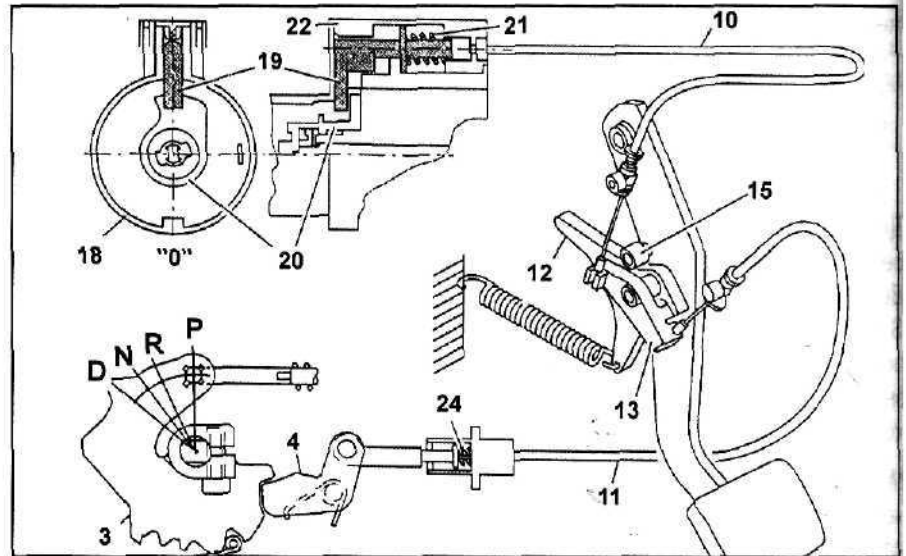

Рис. 10.
Назначение стопора - препятствовать несанкционированному разблокированию ведомого вала коробки передач (рис. 10).
При переводе рычага выбора диапазона в положение "P" храповик (3) поворачивается по часовой стрелке, и блокировочный рычаг (4) под действием силы пружины (21) опускается во впадину храповика (3). Одновременно блокирующая собачка (19) перемещается таким образом, чтобы запирающий кулачок (20) мог повернуться против часовой стрелки (рис. 10). Таким образом становится возможным установить ключ зажигания в положение "0" и затем извлечь его.